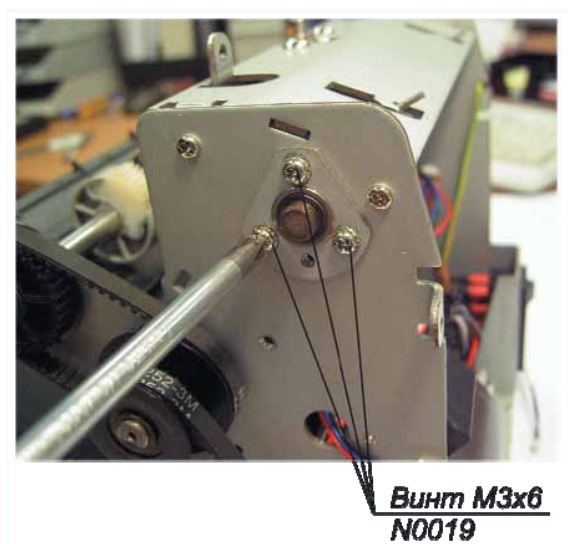

Рис. 10
1. Ослабьте три винта М3х6 N0019 (рис. 10).